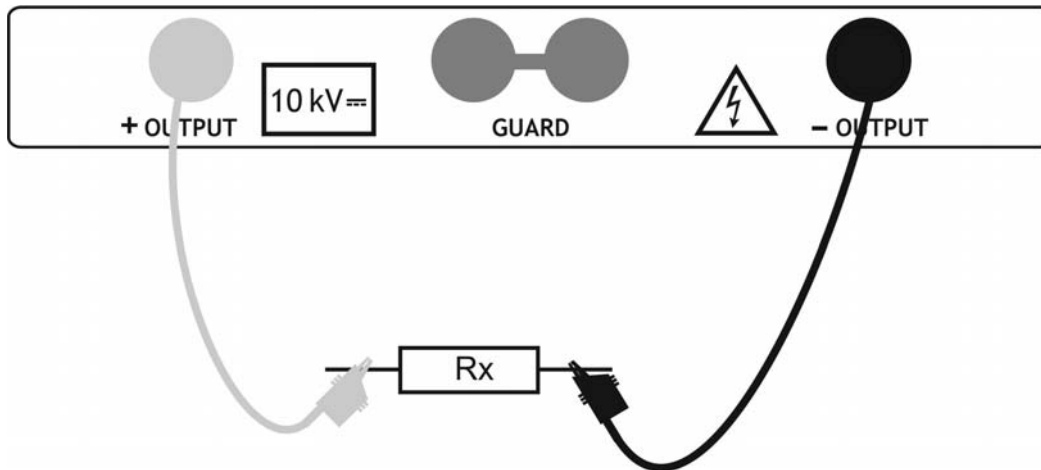

Fig. 42: Connexion de l'instrument pour isolement avec rampe de tension
4. Connecter l'embout de la borne 1 ou de la borne 2 (positif) et le câble noir des bornes 2 (négatif) à l'objet sous test (voir Fig. 42)